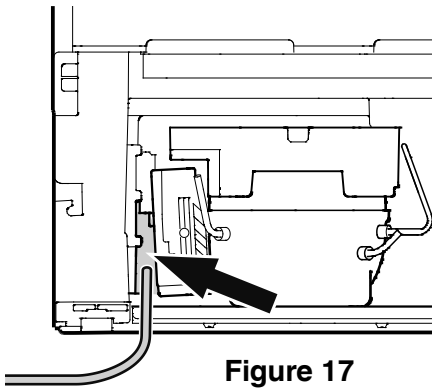

Figure 17
2. Insérer le conduit d'alimentation en eau dans l'orifice prévu à cet effet à l'arrière de l'appareil (**Figure 17**).